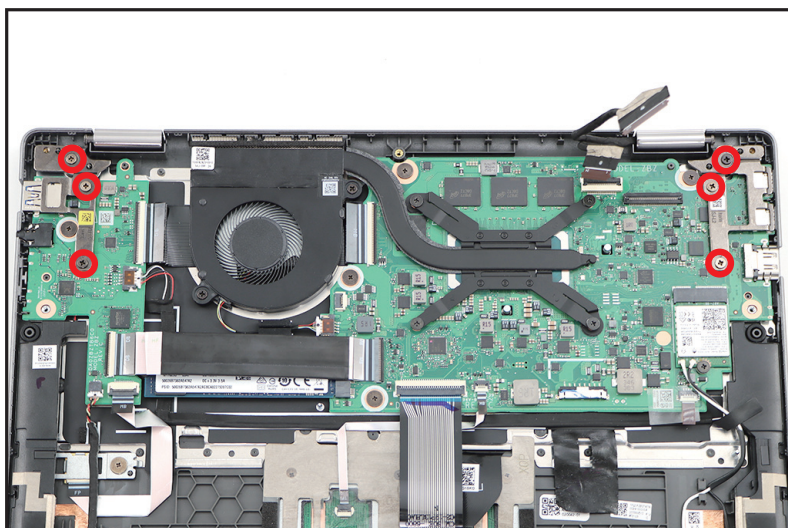

Figure 1-26. Retrait du module LCD
3. Retirez les six (6) vis qui fixent les charnières LCD (Figure 1-26).